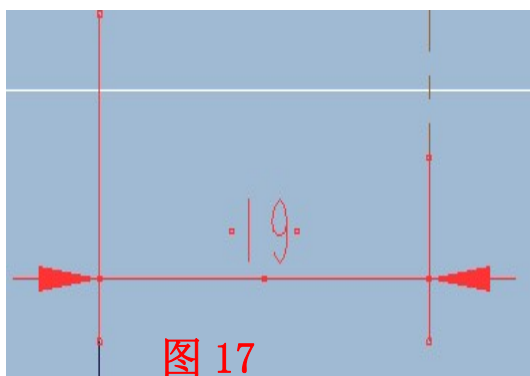
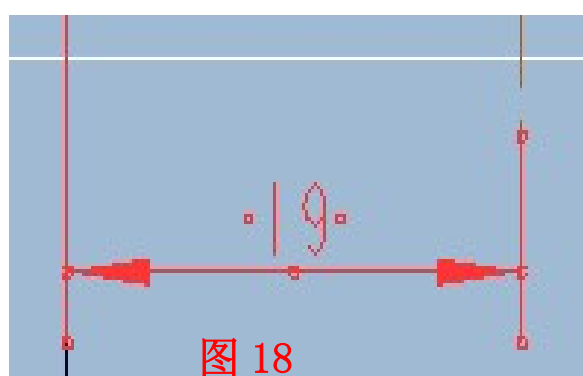

图 17
图 18
① 反向箭头: 选中某一尺寸后，右键打开快捷菜单，选择  即可（图 17 和图 18）。